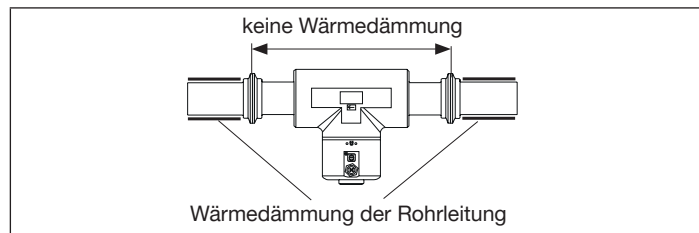
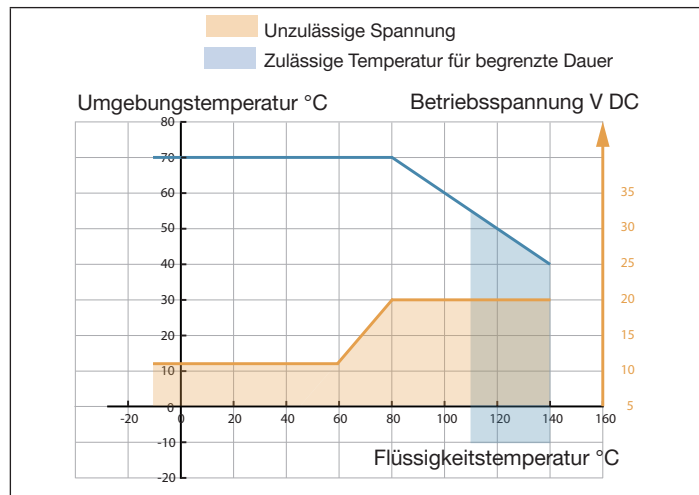

Bild 10: Wärmedämmung der Rohrleitung
Bild 13: Mindestversorgungsspannung je nach Umgebungstemperatur und Flüssigkeitstemperatur
- Wenn die Rohrleitung mit einer Wärmedämmung versehen ist, das Messrohr des Geräts nicht thermisch isolieren, damit die Temperatur im Gerät unterhalb 70° C liegt. Siehe „Bild 10“ und „Bild 13“ für die Mindestversorgungsspannung.
- Mindestversorgungsspannung beachten, siehe „Bild 13“